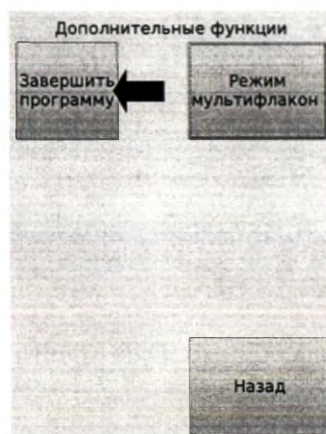

Рис.22
- далее нажать кнопку «Завершить программу» (Рис.22);